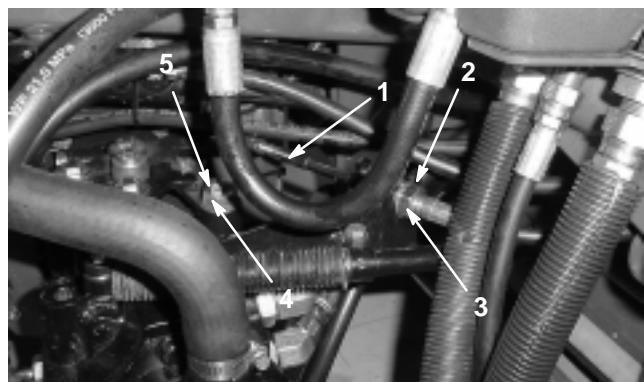

Bild 50
A. Lösen Sie beide Klemmmuttern, mit denen der Fahrantriebs-Bowdenzug an der Trennwand am Hydrostat befestigt ist (Bild 50). Achten Sie darauf, dass die Klemmmuttern gleichmäßig und ausreichend gelockert sind, um eine Einstellung zu ermöglichen.
Hinweis: Lösen Sie die Mutter, mit der der Exzenter oben am Hydrostat befestigt ist (Bild 50).
- C. Drehen Sie den Ekzenter, bis kein Kriechen in jeder Richtung auftritt. Ziehen Sie, wenn sich das Rad nicht mehr dreht, die Mutter fest, um den Ekzenter und die Einstellung zu arretieren (Bild 50). Überprüfen Sie die Einstellung mit dem Gashebel auf „Langsam“ und auf „Schnell“.
- D. Ziehen Sie die Sicherungsmuttern, mit denen der Bowdenzug an der Trennwand befestigt ist, **gleichmäßig** von jeder Seite der Trennwand fest (Bild 50). Verdrehen Sie nicht den Bowdenzug.